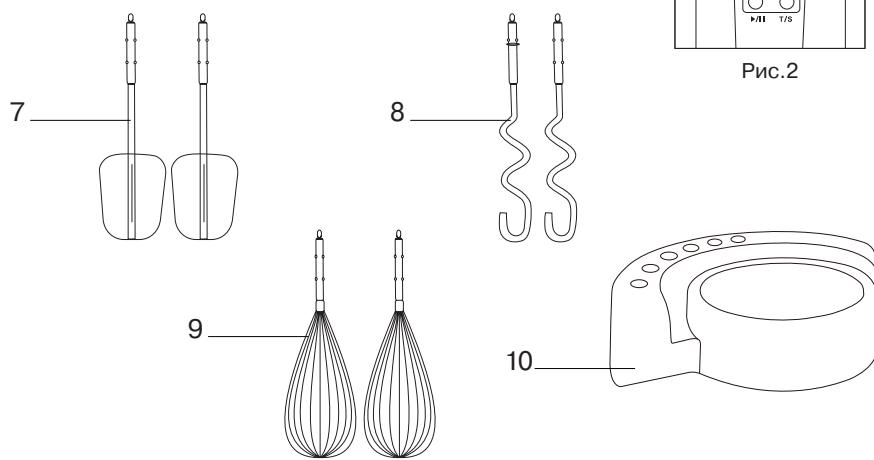

Рис.2
- Формат отображения времени работы таймера на дисплее происходит в диапазоне от «0:00» до «5:00» минут (рис. 2). Отсчёт времени происходит только во время работы мотора миксера. При достижении показателя времени «5:00» двигатель будет остановлен. Показание на дисплее «5:00» будут мигать.
- Кнопка выброса насадок «ФФ». При нажатии на эту кнопку происходит разъединение привода мотора от хвостовых частей обеих насадок и последующий выброс насадок из гнёзд их установки (1) основного корпуса (6).
- Показания на дисплее через 3 секунды перейдут в режим отображаться времени работы таймера (рис. 2).
- Для остановки работы мотора в процессе замешивания нажмите на кнопку «►/II». Для возобновления работы повторно нажмите кнопку «►/II». В этом режиме отсчёт времени на дисплее таймера (рис. 2), так же будет остановлен.